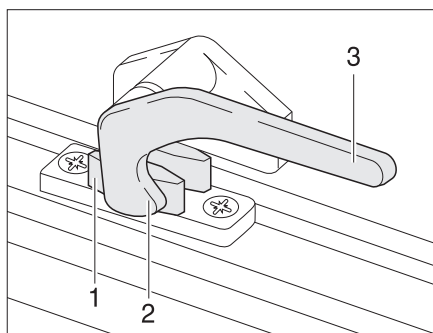

Fig. 35 Leva di serraggio in posizione "Chiuso"
- Ruotare la leva di serraggio (Fig. 35,3) di un quarto di giro verso il centro della finestra.
- Ruotare la leva di serraggio (Fig. 35,3) di un quarto di giro verso il telaio della finestra. Il nasello di chiusura (Fig. 35,2) si trova sul lato interno della chiusura della finestra (Fig. 35,1).
- In posizione "Completamente chiusa" (Fig. 35)